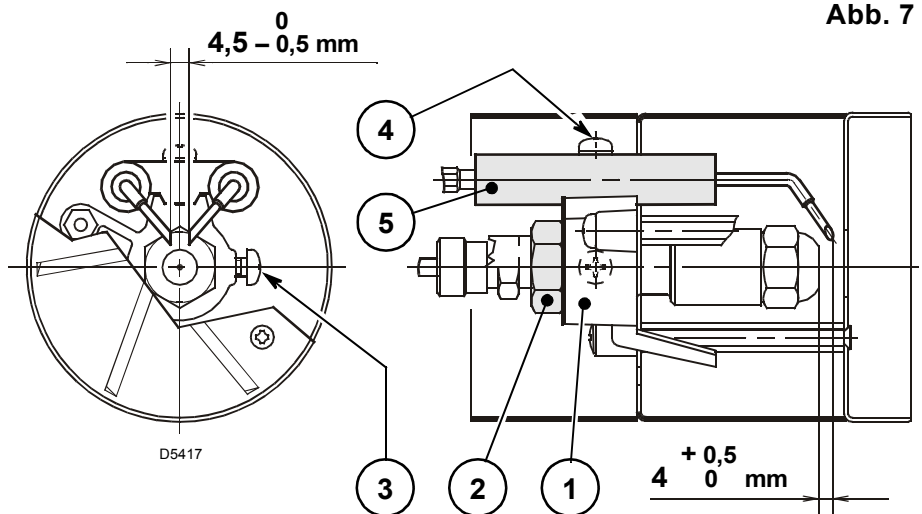

Abb. 7
3.4 ELEKTRODENEINSTELLUNG, (siehe Abb. 7)
- Die Drähte (1) aus dem Steuergerät sowie den Flammendetektor (2) herausziehen und die Mutter (3) von der Pumpe abschrauben.
- Die Schrauben (4) lockern und den Düsenstock (5) durch Rechtsdrehung herausnehmen.
- Die Drähte (1) aus den Elektroden ziehen, die Schraube (3, Abb. 7, Seite 6) lockern und den Wirbulator (6) aus dem Düsenstock (5) nehmen.
- Die Düse (7) anschrauben, wobei der Düsenstock mit einem Schlüssel gehalten wird.